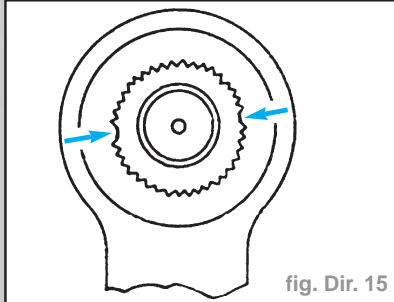

fig. Dir. 15
- Reposer le levier de direction aligné sur la cannelure principale (fig. Dir. 15).